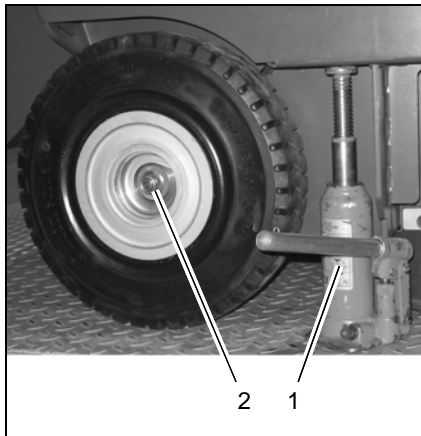

Abb.30
3. Wagenheber (Abb. 30/1) am Rahmen ansetzen.
5. Mutter und Scheibe (Abb. 30/2) entfernen.